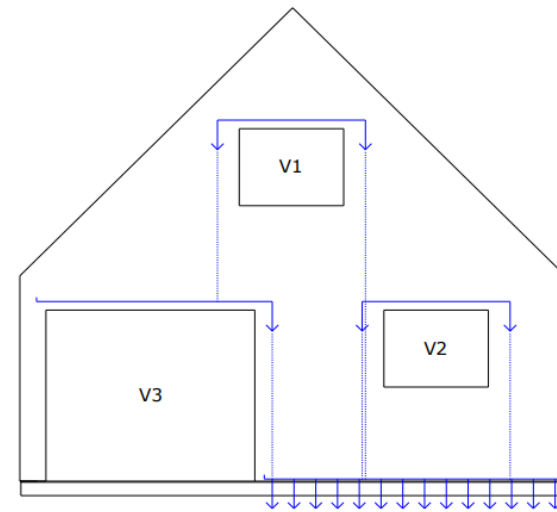

Fig 1.: Afledning af vand fra åbninger i murværket.
- Murværk placeret i det skraverede område i fig. 1 skal anses for eksponeringsklasse MX4.